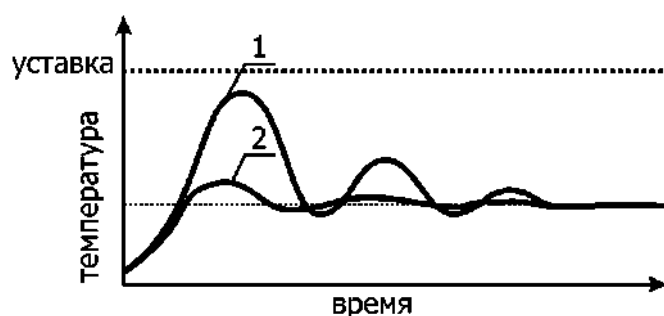

Рисунок 16 — Определение T_d
2.15.7 Для определения постоянной времени дифференцирования T_d коэффициент пропорциональности K_p должен быть установлен таким образом, чтобы переходная характеристика соответствовала кривой 1 (рисунок 16). Постоянную времени дифференцирования T_d следует подобрать так, чтобы переходная характеристика приняла вид кривой 2.